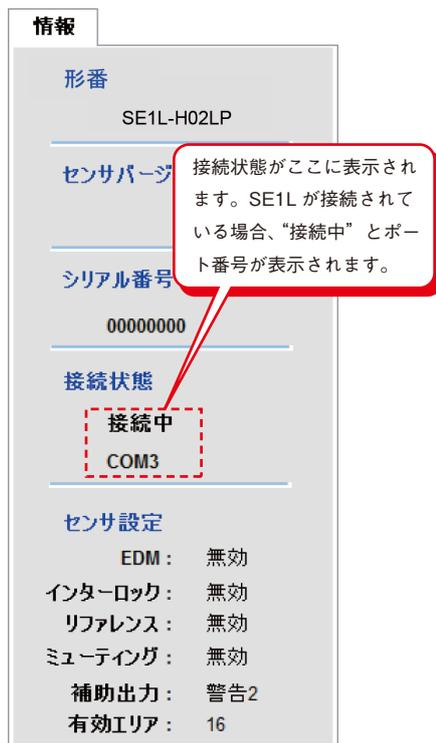

図7-25. 接続
- 接続状態は[情報]タブに表示されます。SE1Lが正常に接続されている場合は、図7-25に示すような“接続中”という表示と共に、SE1Lが接続されているポート番号も表示されます。